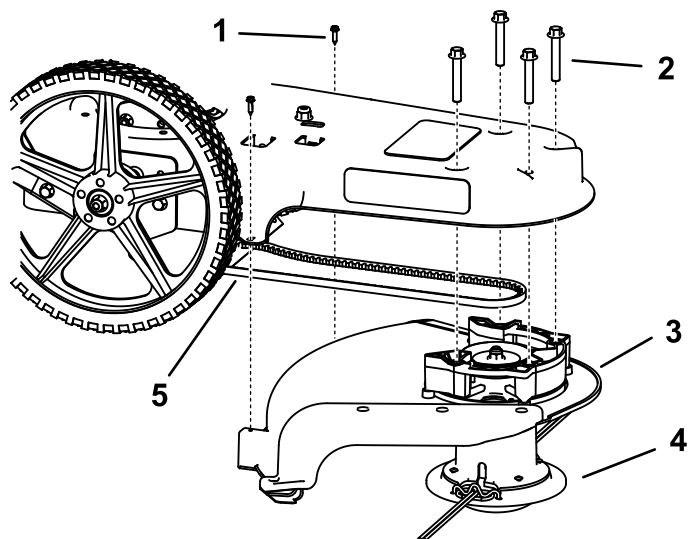

Figure 19
- Fixez la tête de coupe et le déflecteur en place (Figure 19).